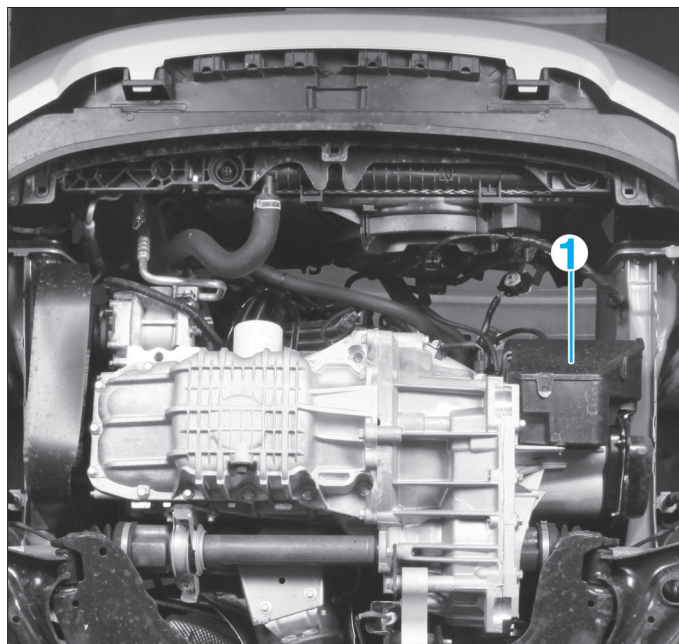

Fig. 1
- Dégrafer la protection (1) (Fig.1).